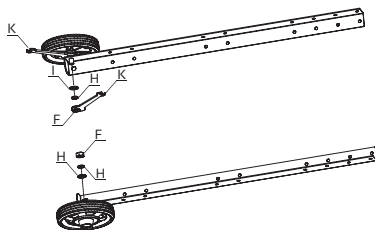

Рис. 7.
- Взять ножки мангала (поз. 2) (2 шт.) и с помощью ключей (К) прикрутить к ним собранные колеса, используя шайбу 10 (I), шайбу Гровера 10 (Н), гайку М10 (F) как показано на рис. 7.